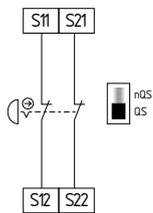

Fig. 10
**Circuito de parada de emergência de dois canais com dispositivos de comando conforme ISO 13850 (EN 418) e IEC 60947-5-5 (ver Fig. 10)**